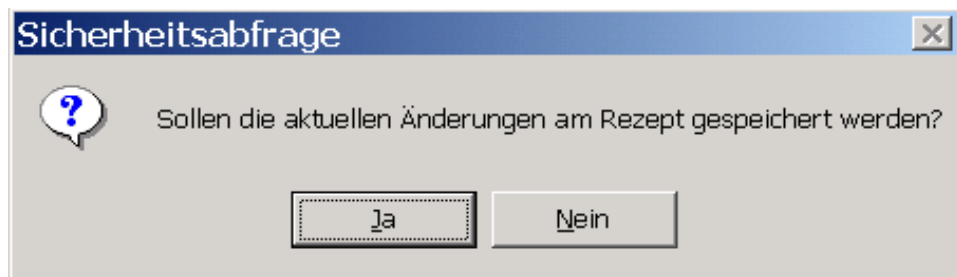

Abb. 30: Speichern der Rezeptänderung vor dem Öffnen eines neuen Rezepts
2. Öffnen Sie eine neue Tabelle entweder über *<Datei><Neu>* oder über die Schaltfläche (Abb. 30: Speichern der Rezeptänderung vor dem Öffnen eines neuen Rezepts).